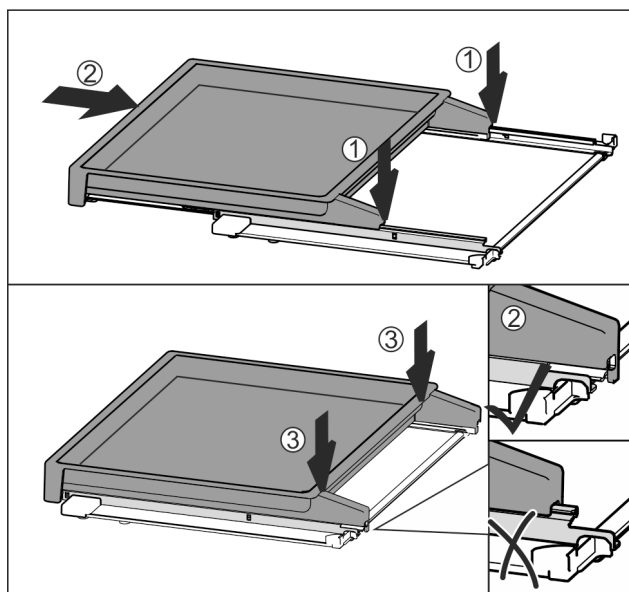

Fig. 33
- ▶ Mittig auf Schienen aufsetzen Fig. 33 (1).
- ▶ Auszugsbord vollständig einschieben Fig. 33 (2).
- ▶ An hinterer Seite drücken bis es hörbar einrastet Fig. 33 (3).